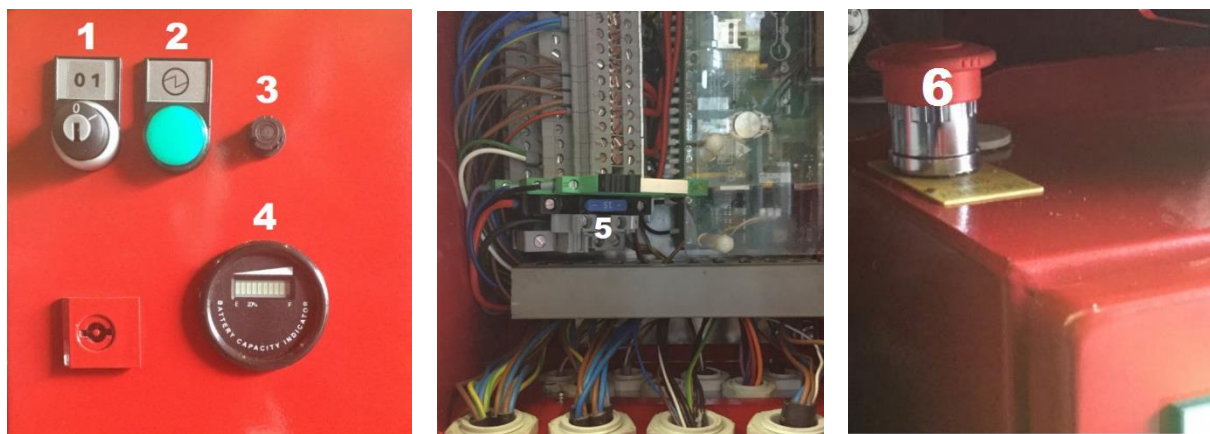

Abbildung 25
- Stellen Sie das Zündschloss am Schaltkasten auf Stellung (1) (siehe Abbildung 25).